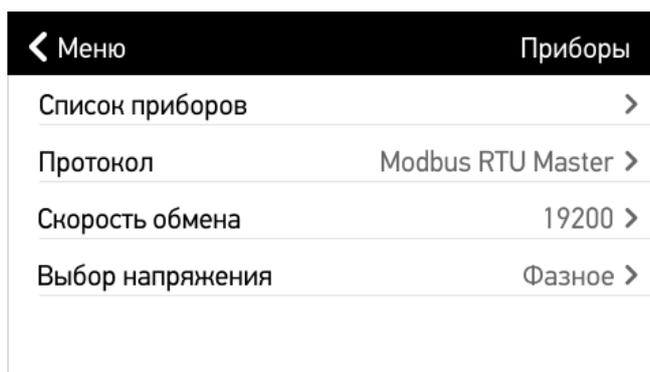

Рисунок 5.25. «Настройки» -&gt; «Приборы».
- **«Приборы»** содержит информацию обо всех записанных в модуль индикации измерительных приборах и протоколе взаимодействия между ними (рисунок 5.25).